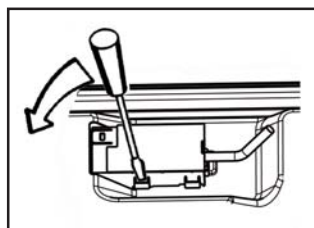

Fig. 3b
- insérez l'extrémité d'un tournevis dans les saillies situées sur le côté à l'intérieur de l'appareil (Fig.3b);